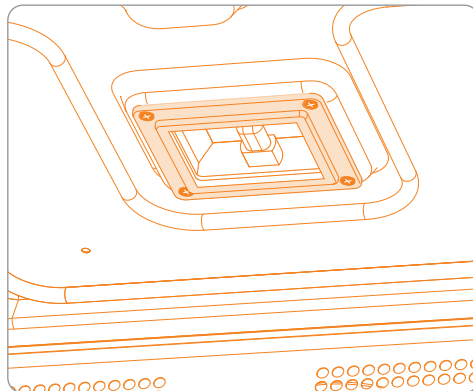

Abbildung 3: Leuchtmittelabdeckung und Schrauben
4. Entfernen Sie vorsichtig alle vier Schrauben, die die Leuchtenabdeckung an ihrem Platz halten. Siehe Abb. 3.